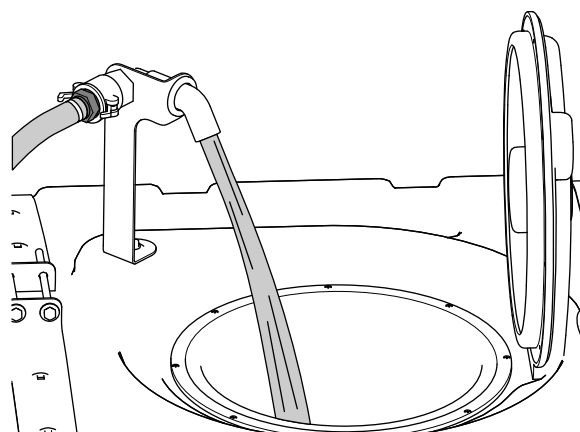

図 72
5. 所定量の $\frac{3}{4}$ の水を液剤タンクに入れる 図 72。